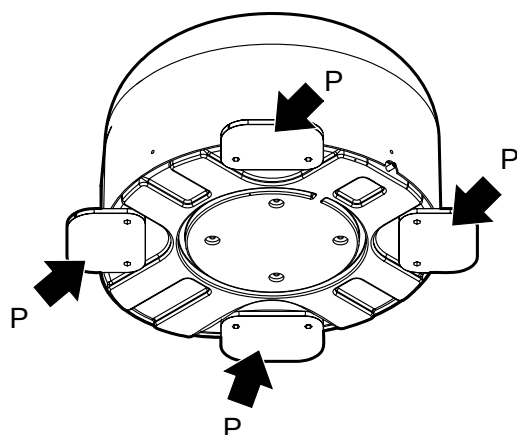

Fig. 6
3. Pulire accuratamente le 4 piastre di montaggio (P) sull'antenna ed il tettuccio del veicolo con alcool e lasciare evaporare prima di applicare il sigillante (**Fig. 6**).